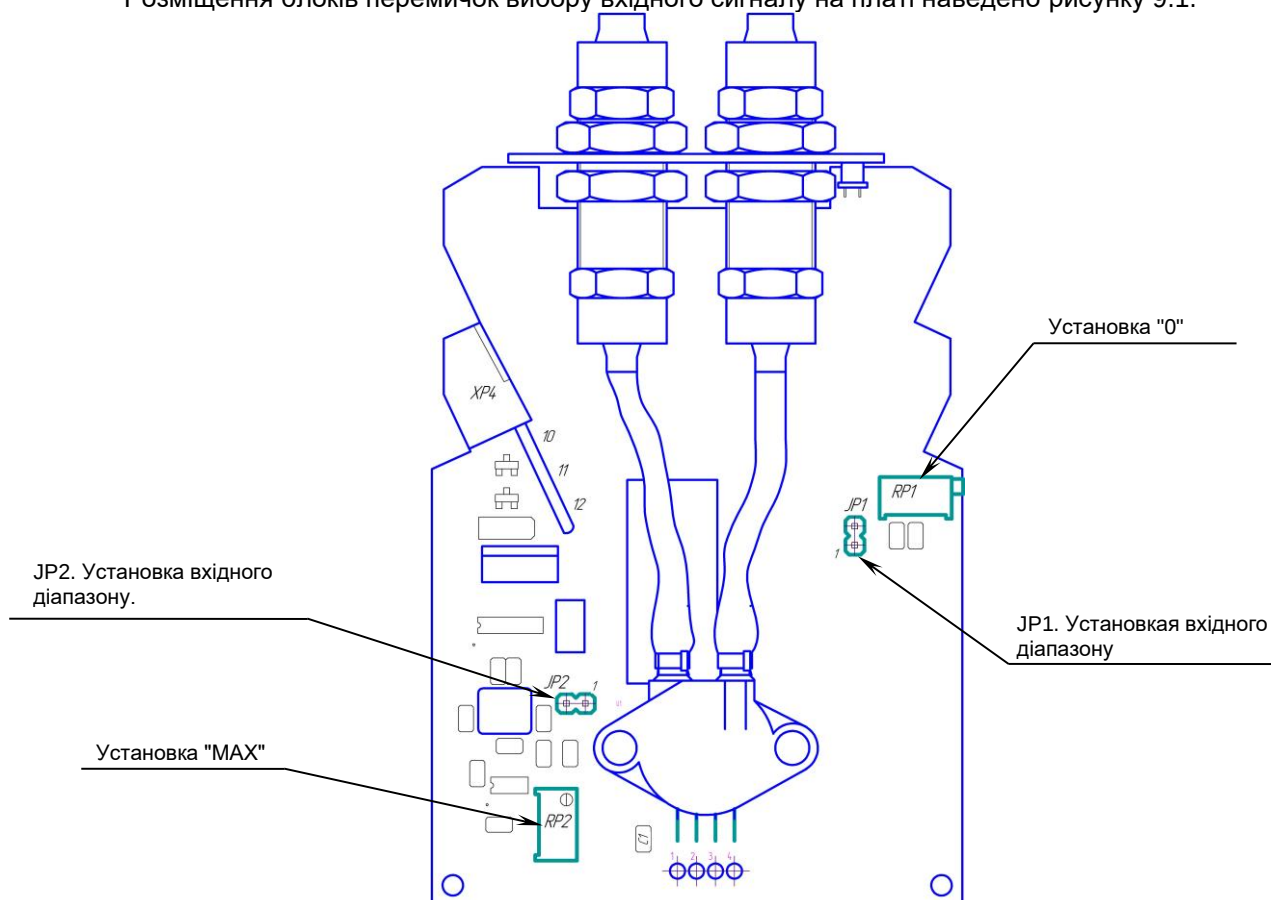

Рисунок 9.1 – Схема розташування блоків перемичок вибору вхідного сигналу ПЕП-422
9.4 Для переналагодження перетворювача на інші вхідні сигнали використовуйте рисунок 9.1 та таблицю 9.1.